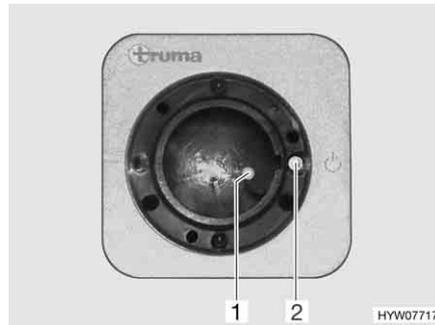
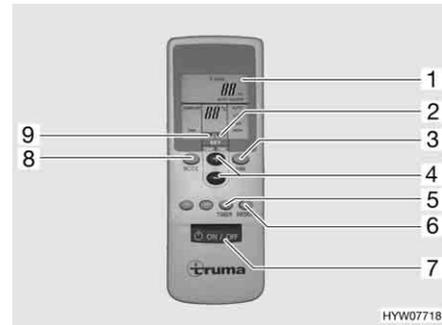

Fig. 149 Receptor
Fig. 150 Mando a distancia
- Conectar el mando a distancia por medio del interruptor (Fig. 150,7). La luz de control verde (Fig. 149,1) indica el funcionamiento de refrigeración.
- Ajustar el modo de funcionamiento deseado con la tecla (Fig. 150,8).
- De ser necesario, ajustar la potencia del ventilador y la temperatura ambiente deseadas con las teclas (Fig. 150,3 y 4). La flecha (Fig. 150,9) indica el modo de ajuste seleccionado.
- ▷ En el receptor se encuentra un pulsador interruptor adicional (Fig. 149,2) con el cual la instalación de aire acondicionado también se puede desconectar o conectar sin mando a distancia. En caso de que se conecte la instalación de aire acondicionado por medio de este pulsador interruptor, automáticamente se seleccionará el último modo de funcionamiento ajustado en el mando a distancia.
- Para desconectar, volver a pulsar la tecla (Fig. 150,7) del mando a distancia.
- Para la programación, conectar la instalación de aire acondicionado con la tecla (Fig. 150,7) del mando a distancia.
- Ajustar el modo de funcionamiento y la temperatura ambiente deseados con las teclas (Fig. 150,8, 3 y 4).
- Seleccionar la función deseada (Fig. 150,1) con la tecla (Fig. 150,5):
- Seleccionar el tiempo de conmutación deseado (de 1 a 15 horas) con las teclas (Fig. 150,4). La flecha (Fig. 150,2) parpadea e indica el modo de ajuste seleccionado.
- ▷ Con la tecla (Fig. 150,6) se realizan transmisiones repetidas de los ajustes del mando a distancia al emisor.